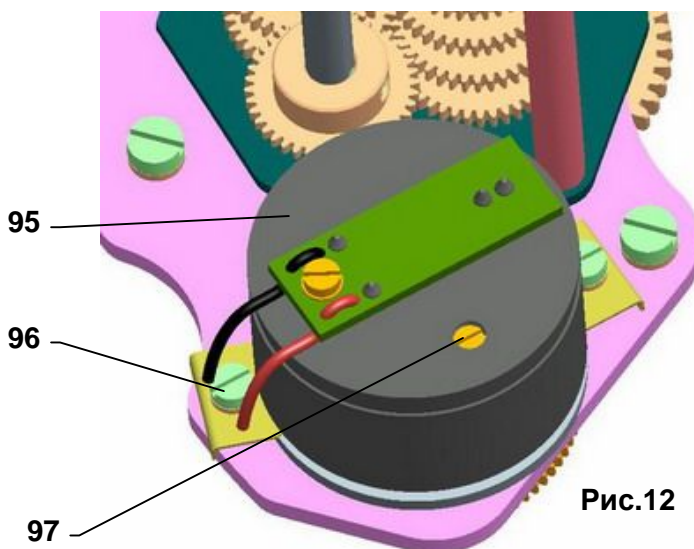

Рис.12
#### 4.7 Установка емкостного датчика ) СРТ1/А (рис.12)
*С помощью триммера (97),Рис.12 можно унифицировать выходной сигнал емкостного датчика установить его для любой величины хода, отвечающей приблизительно 50% - 100% производителем установленной величины рабочего хода, приведенной на типово щитке ЭП.*